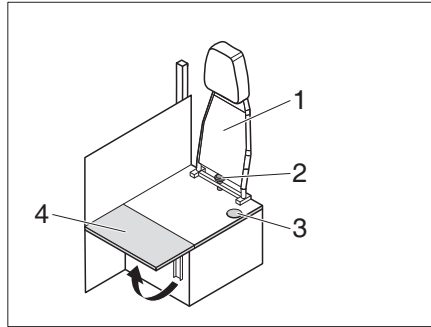

Bild 188 Ombyggnad körning - boende
- Skruva ur stjärnskruven (Bild 188,2) och ta av ryggstödet (Bild 188,1) uppåt.
- Fäll upp sittbänksförlängningen (Bild 188,4).
- ▷ Omvänd ordningsföljd gäller vid ombyggnad från boende till körning. Var noga med att säkerhetsbältet dras genom öppningen (Bild 188,3).